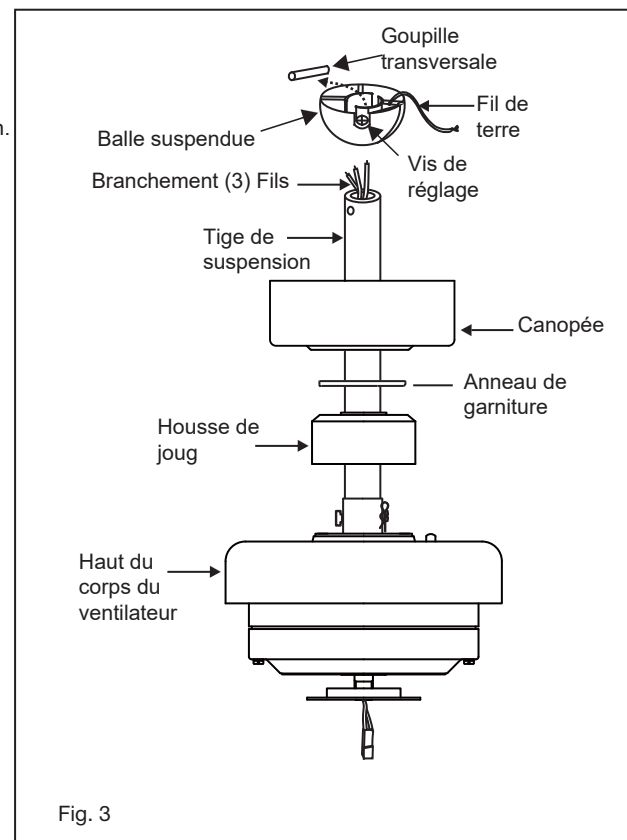

Fig. 3
- 1 Deslice la cubierta del yugo, el anillo de ajuste y el dosel sobre la varilla. (Fig. 3)